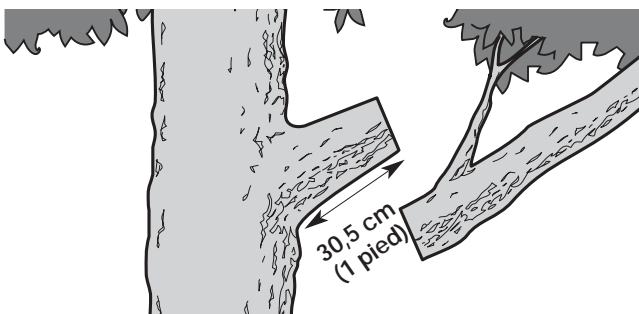

Fig. 13
2. Effectuez la première coupe à 30,5 cm (1 pi) de l'emplacement de la coupe finale (fig. 13).